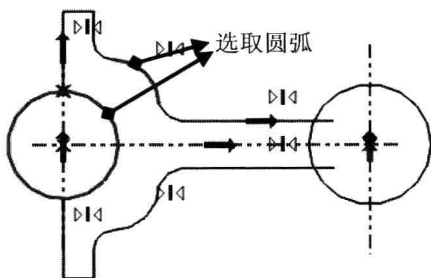
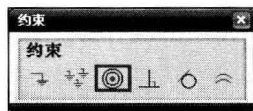

图1-15 选取圆弧
图1-16 “约束”面板
❶ 01: 在菜单栏中选择“插入”→“约束”命令，选取图1-15中的圆弧，弹出如图1-16所示的“约束”面板，单击（同心）按钮，完成同心约束。